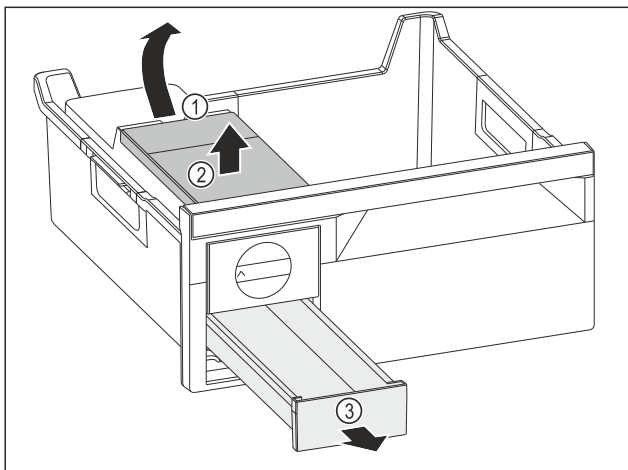

Fig. 116
- ▶ Retirer le réservoir d'eau : Soulever le réservoir d'eau hors de l'évidement Fig. 116 (1).
- ▶ Retirer le réservoir d'eau Fig. 116 (2) vers le haut.
- ▶ Retirer le compartiment à glaçons Fig. 116 (3) vers l'avant.